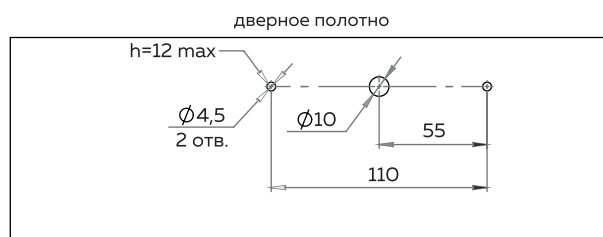

Рисунок 11
- 6 В дверном полотне подготовить отверстия для крепления пластины ④, как показано на рис.11.